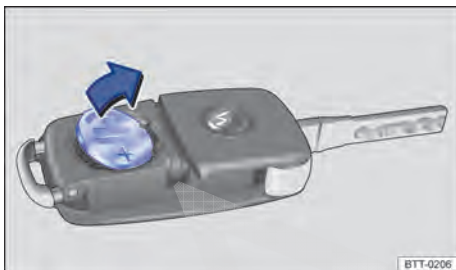

Fig. 24 Chave do veículo com comando remoto: remover a bateria.
- Remover a bateria do alojamento da bateria com uma ferramenta adequada ⇒ **Fig. 24**.
- Posicionar a nova bateria conforme indicado ⇒ **Fig. 24** e pressionar no sentido contrário ao da seta para dentro de alojamento da bateria ⇒ .